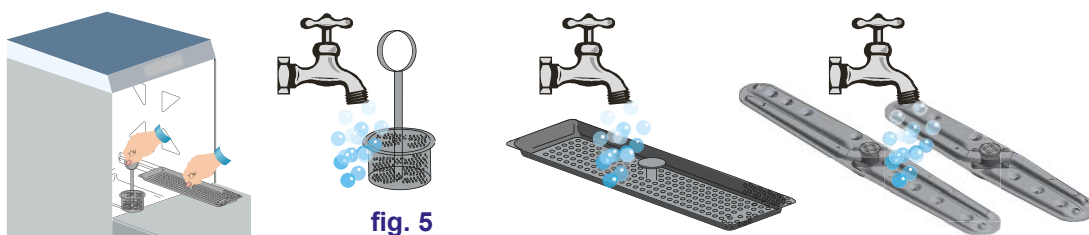

fig. 5
- Estrarre il filtro pompa e pulirlo con una spazzola sotto l'acqua corrente (vedi fig. 5).
- Estrarre le giranti agendo sulle viti di fissaggio e pulire accuratamente le asole di lavaggio e risciacquo sotto acqua corrente (vedi fig. 5).